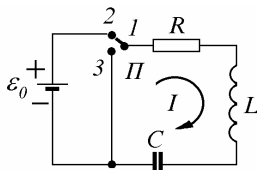

Рис. 5 RLC-цепь.
**1.3. RLC-цепь.** Если в момент времени  $t = 0$  к RLC-цепи (рис. 5) подключить источник ЭДС, равной  $\varepsilon_0$  (переключатель П в положении 2), то в цепи возникнут затухающие колебания.